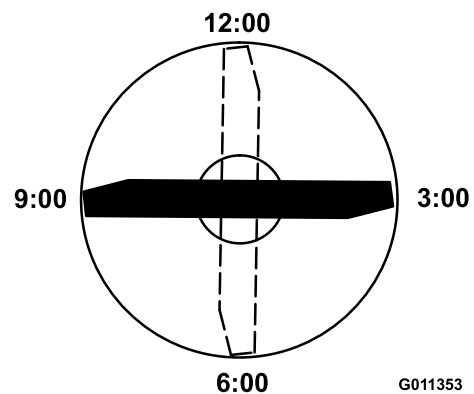

図 95
4. ブレードの印の付いているほうの端部を12時の位置車両進行方向に向け 図 95、作業台の表面からブレードの切っ先までの高さを測定する。
5. 印の付いている端部を3時の位置と9時の位置に向けて **図 95** それぞれ高さを測定する。